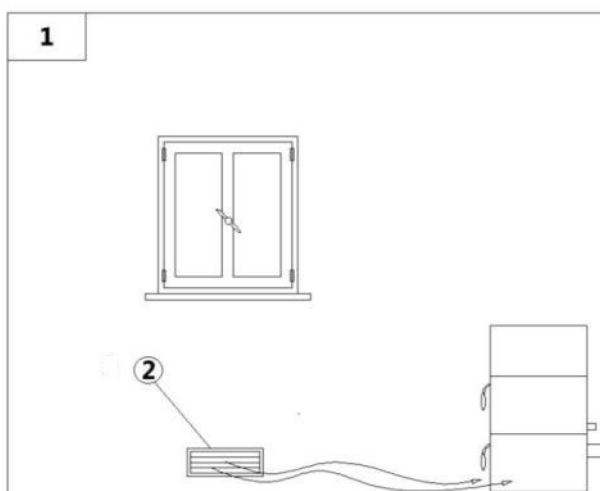

Fig. 10 - Dopływ bezpośredniego powietrza
OPIS	Fig. 10
- Dopływ powietrza pomiędzy otoczeniem zewnętrznym i pomieszczeniem może być bezpośredni przez otwór w ścianie zewnętrznej pomieszczenia (patrz **Fig. 10**).